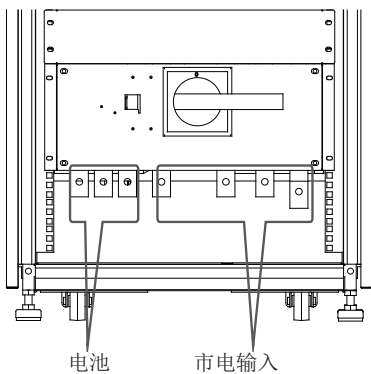

图 5-10
- 2) 将市电输入和电池配线穿过防鼠板上的出线胶圈，按标识接到对应的铜条上（铜条上的标识如图 5-10）。